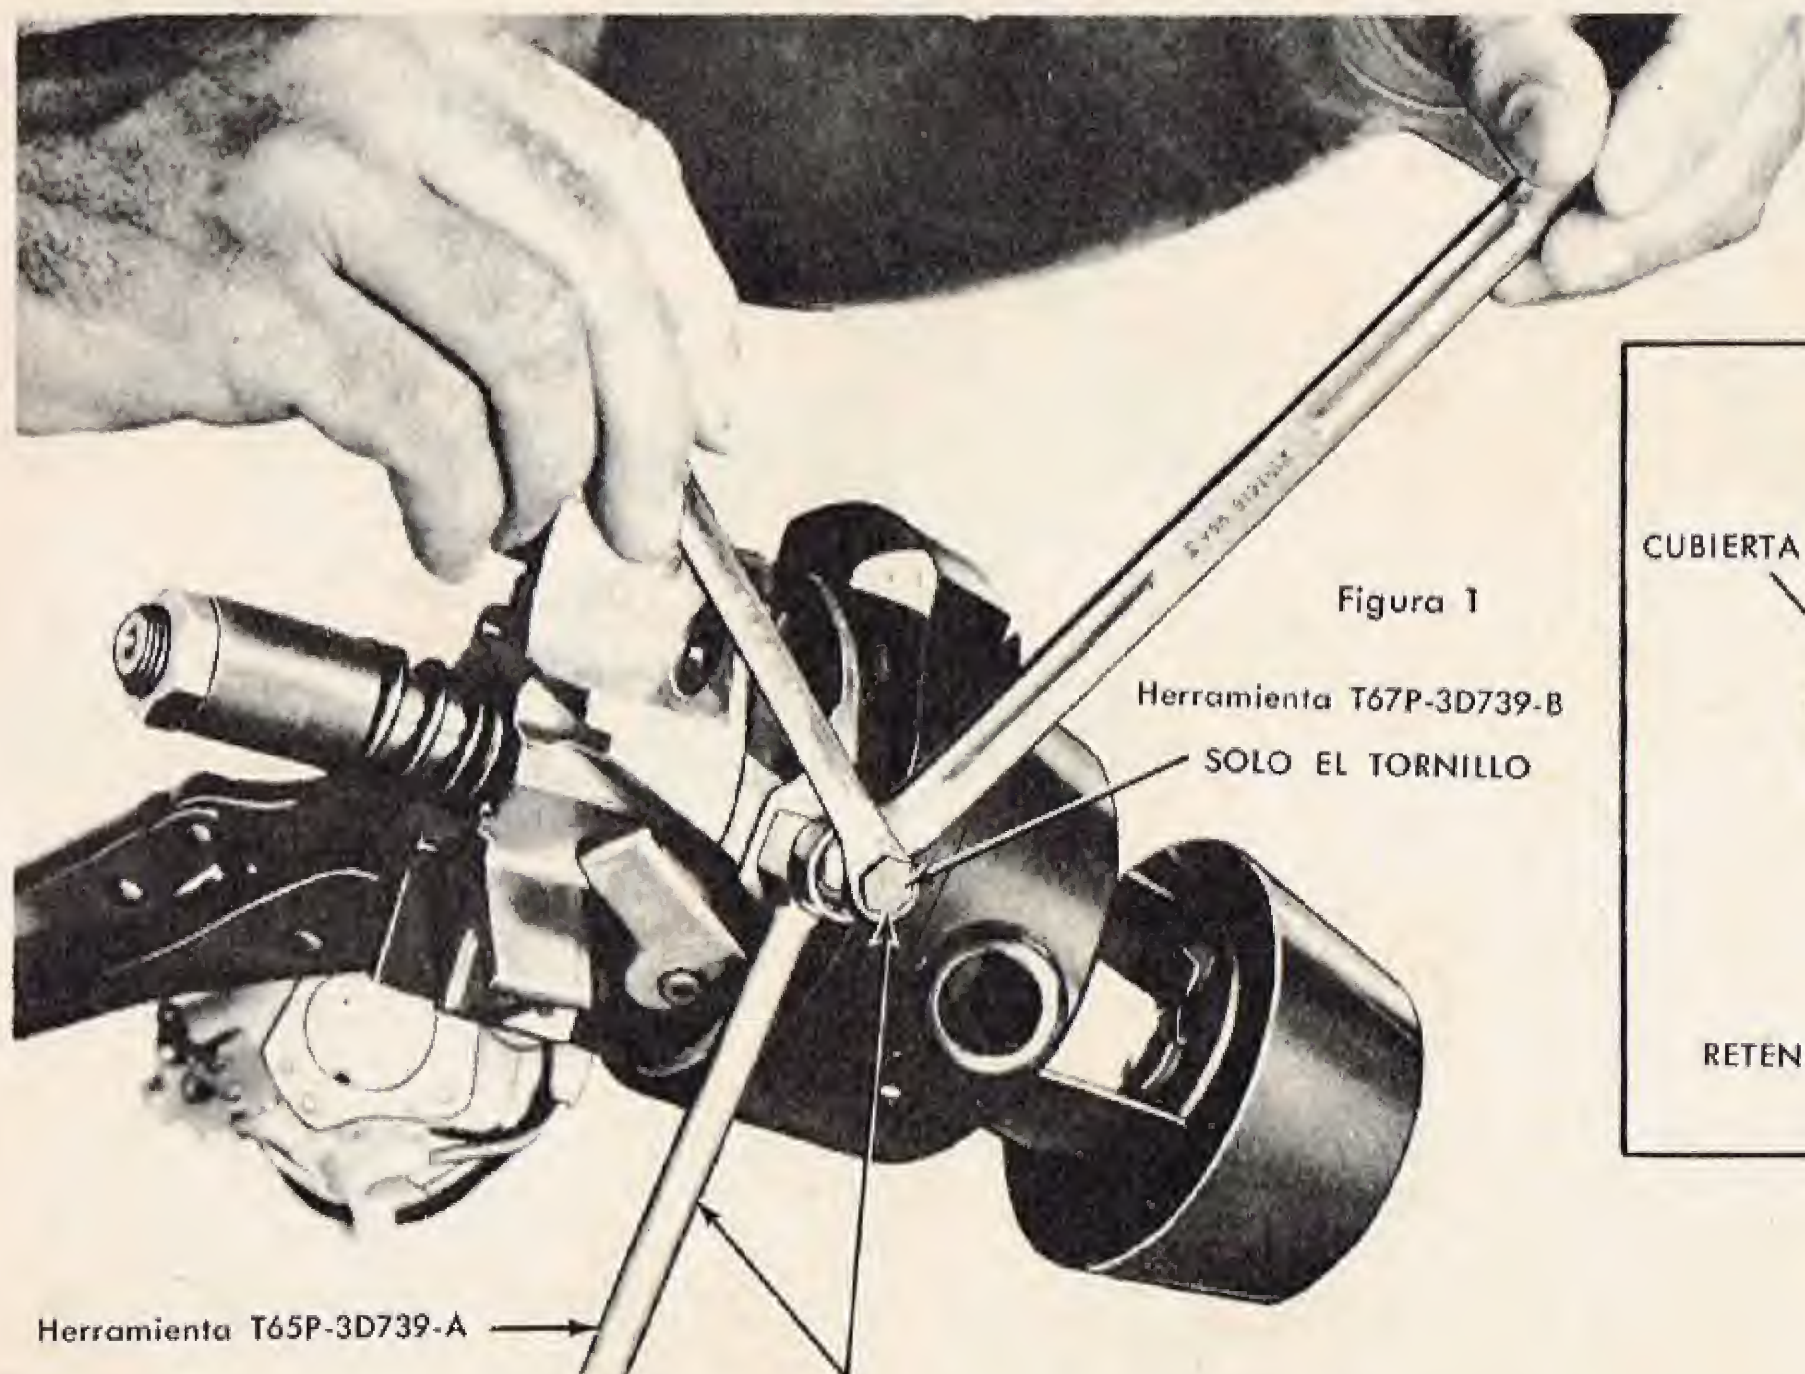

Figura 1
7. Comprima el sujetador de la columna de dirección con las quijadas de un alicate y llévelo a la más alta posición posible. (Figura 1).
9. Coloque la herramienta T67P-3D739-A como se muestra en la figura 1. Atornille el perno hacia adentro con los dedos hasta que llegue al fondo, entonces déle una sola vuelta hacia afuera. Mantenga estacionaria la cabeza del perno de $\frac{3}{8}$ " y apriete la tuerca para extraer el pasador. Repita esta operación para extraer el pasador opuesto.